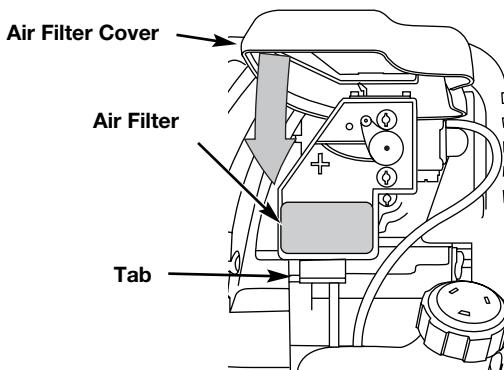

Fig. 31
8. Pivotez le couvercle vers la droite jusqu'à ce que la languette du couvercle du filtre s'enfonce d'un délicat dans la fente sur le côté droit du boîtier du filtre (Fig. 31).